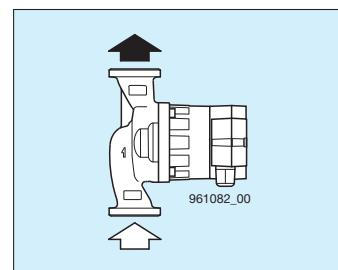

Рис. 5: Направление потока
- Стрелка на корпусе насоса указывает направление потока (рис. 5)